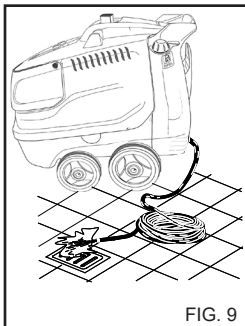

FIG. 9
**impedire il funzionamento (Fig. 9).**